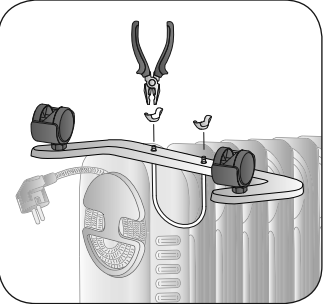

Fig. 5
- 7 Avvitare i dadi a farfalla al ferro ad "U" per bloccare il ferro alla staffa di supporto con ruote (Fig. 5).